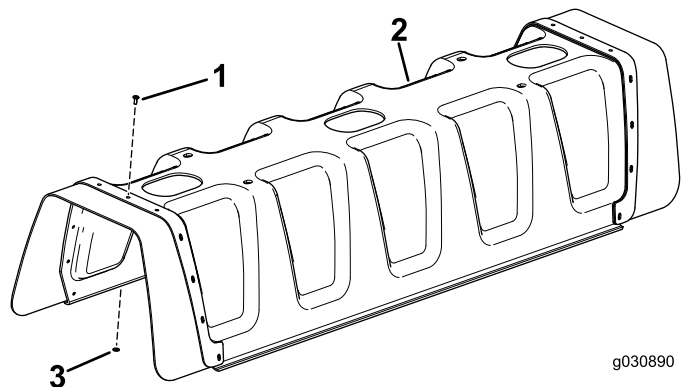

图4
3. 将 11 个弹伸铆钉（3/16 x 1/2 英寸）和垫圈（3/16 英寸）安装到中央喷洒臂护罩上（图4）。